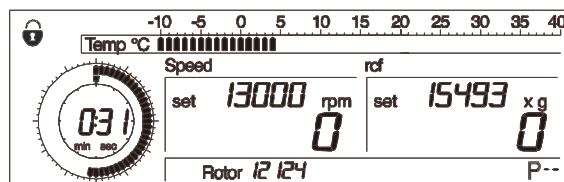

Abb. 5.23: Symbol Vorhängeschloss
- Drehen Sie den linken Drehknopf, bis im Display links oben ein Vorhängeschloss erscheint (siehe Abb. 5.23).
Nach Aktivierung der Funktion blinkt das Vorhängeschloss (Abb. 5.23). Nun können Sie die Zentrifuge zwar noch starten und stoppen, die Einstellungen sind jedoch nicht mehr veränderbar.